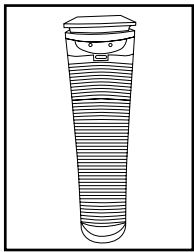

Fig. 4
4. Coloque las lengüetas que se encuentran en la parte inferior de la rejilla en la base de la unidad. Empuje suavemente hacia atrás hasta que escuche un clic que indica que la rejilla se encuentra bien firme. Fig. 4